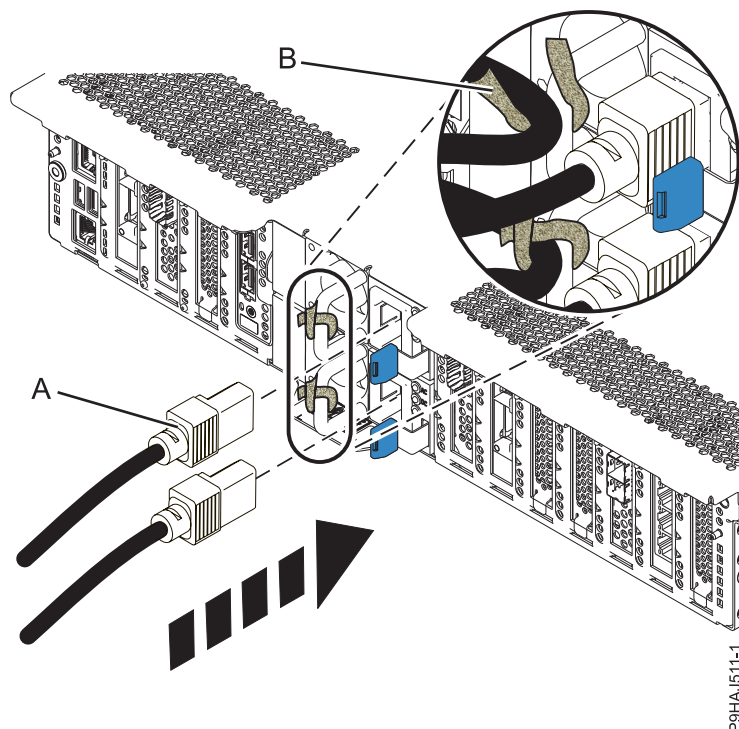

Figura 37. Conectarea cabloanelor de alimentare
2. Utilizând etichetele, reconectați cabloanele de alimentare (A) la unitatea de sistem. Fixați cabloanele de alimentare la sistem utilizând șuruburi moș și babă (B), așa cum este indicat în Figura 37.